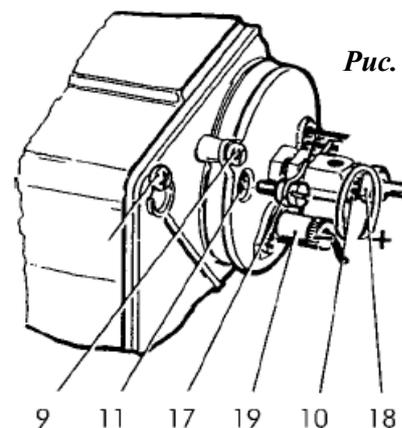

Рис. 8
- Отрегулируйте пламя, меняя как поток воздуха с помощью винта (13) и соответствующей стопорной гайки (12), так и перемещая вперед или назад держатель форсунки (10). Чтобы отрегулировать положение держателя, пользуйтесь винтом (17).
- Рекомендуется перемещать держатель вперед (+) для обеспечения максимального или близкого к максимальному расхода, и передвигать его назад (-) для обеспечения минимального расхода (см. рис. 8).